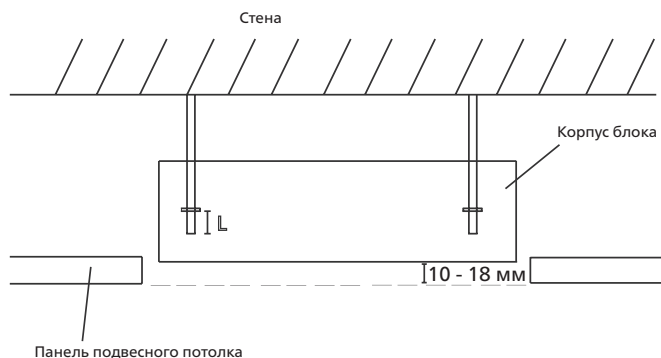

Рис. 4.6
**ПРИМЕЧАНИЕ.** Нижняя плоскость блока должна находиться на 10-18 мм выше панели подвесного потолка. Обычно длина L (см. рис. 4.6) составляет примерно половину длины монтажного болта. В любом случае она должна быть достаточной для надежного крепления гаек.